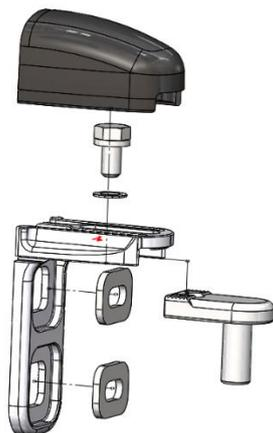
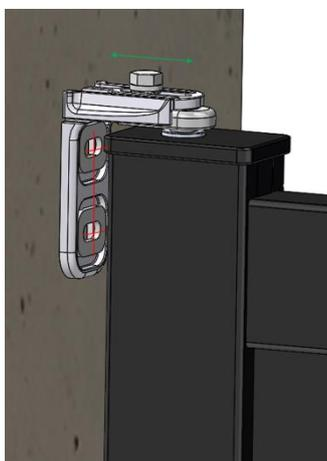
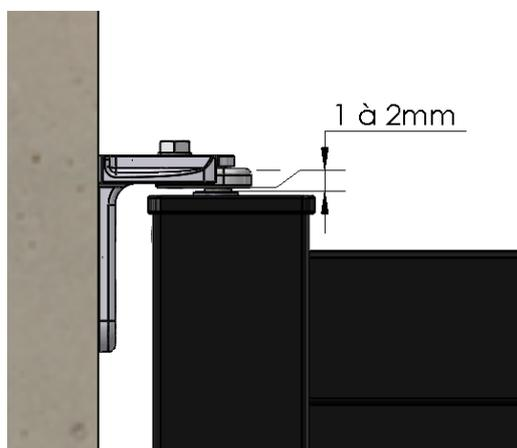

Figure 12
Figure 13
Figure 14
- 1) Percer le seuil à une distance de 55mm du pilier pour y fixer le gond bas suivant **figure 12**. Choisissez une visserie adaptée à votre maçonnerie.
-Figure 12-
- Figure 13
- 2) Positionner le vantail sur des cales de 60mm en appui sur la traverse basse suivant **figure 13**.
- 4) Placer et tracer sur le pilier la position du gond haut suivant **figure 14**, en laissant un jeu de  $\approx 1$ mm entre le gond et le portail.
- Figure 14
- a) Assembler le gond (**Figure 12**) sans le capot et sans serrer l'écrou de blocage pour que le pivot coulisse librement. Le positionner sur le montant. (**Figure 13**)
- b) Plaquer l'équerre sur le pilier et tracer la position du gond haut suivant (**Figure 13**) en veillant à laisser un jeu de  $\approx 1\text{mm}$  entre le gond et le bouchon du portail (**Figure 14**).